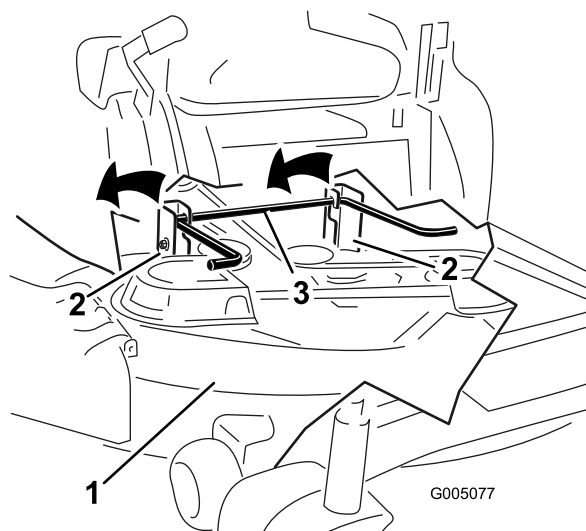

Figura 46
5. Alzate il tosaerba e i supporti di sostegno dall'asta di sollevamento posteriore e abbassate con cautela il tosaerba al suolo (Figura 46).
5. Alzate la parte posteriore del piatto di taglio e guidate i supporti di sospensione lungo l'asta di sollevamento posteriore (Figura 46).